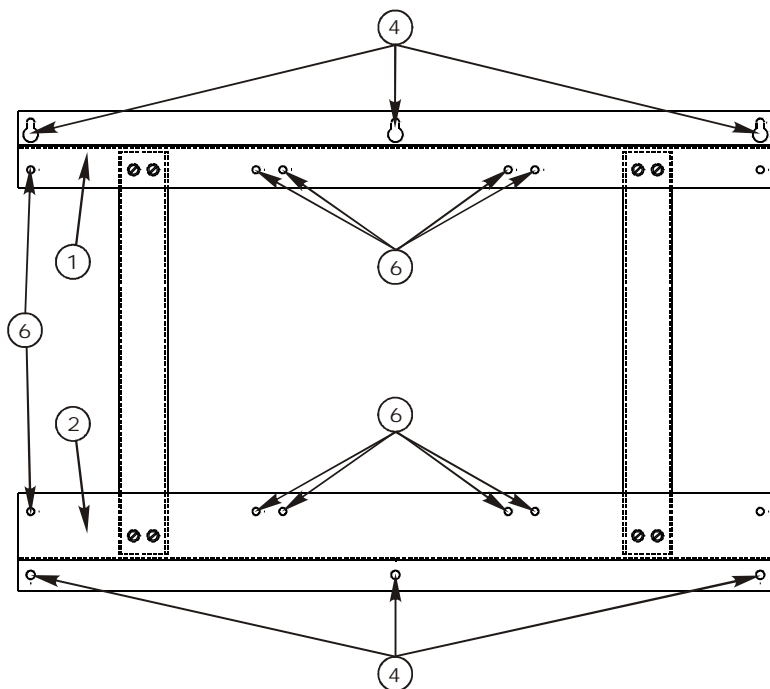

Рисунок 1 – Рама для установки стабилизаторов СКМ-3000-1
4.2 Используя составные части МК7 КСДП.687445.002, собрать раму (рисунок 1) в следующей последовательности: